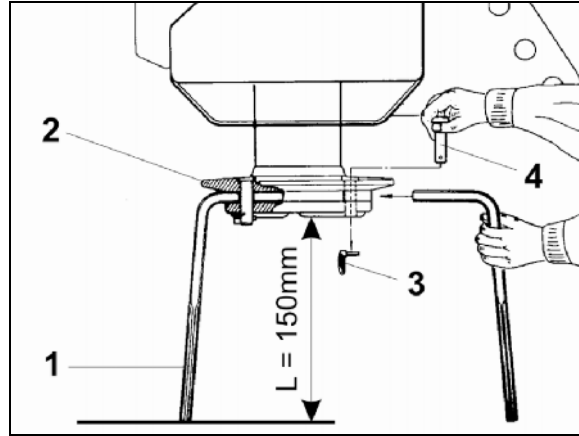

Fig. 59
Zemin işleme bıçakları (Fig. 59/1) takım taşıyıcısının (Fig. 59/2) ceplerine sabitlenmiştir.
1. Kelepçe (Fig. 59/3) pimlerden (Fig. 59/4) çıkarılmalıdır.
2. Pimler (Fig. 59/4) yukarıya doğru takım taşıyıcısından dışarı çekilmelidir.